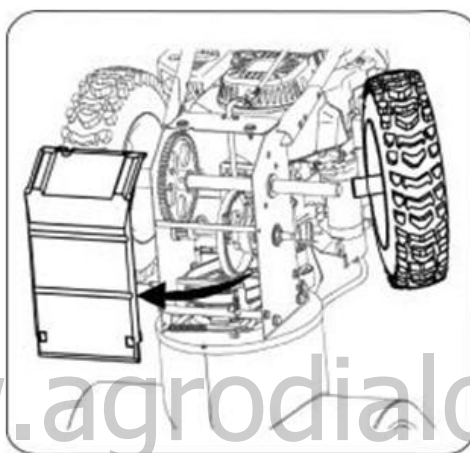

Рисунок 33
2. Открутите 4 самонарезающих винта, фиксирующих крышку рамы в нижней части снегоуборщика, и снимите крышку. Снимите правое колесо, открутив винт и пружинную шайбу, при помощи, которых колесо крепится на оси (рис.33).